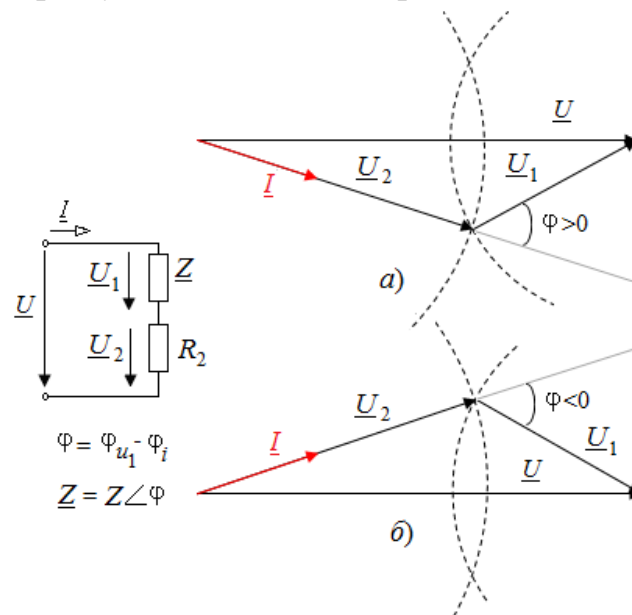

Рис. 3
При расчете параметров пассивного двухполюсника используют также *метод трех вольтметров*. Определение комплексного сопротивления двухполюсника $\underline{Z}$ проводят путем построения векторных диаграмм: строят в масштабе диаграмму тока и диаграмму напряжений $\underline{U}_1$, $\underline{U}_2$, $\underline{U}$ (рис. 3).
1. Записать формулы для определения $\underline{Z}$ методом трех вольтметров по известным значениям U_1 , U_2 , U и R_2 (рис. 3). Принимая $\varphi > 0$, при заданной частоте записать формулу для определения индуктивности двухполюсника.